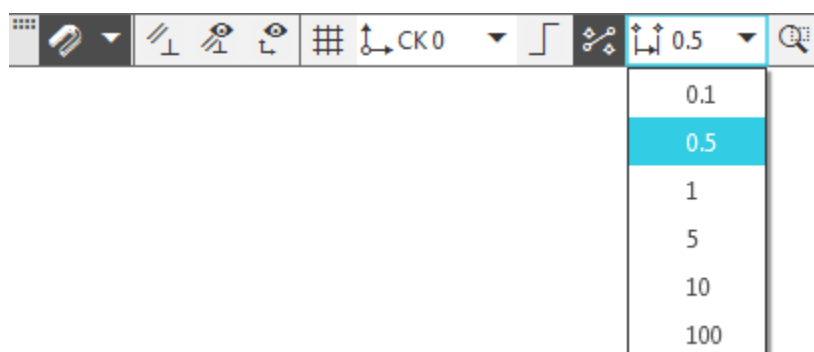

Рисунок 3
- Раскройте список шагов курсора на Панели быстрого доступа и выберите вариант 0,5. (рисунок 3)